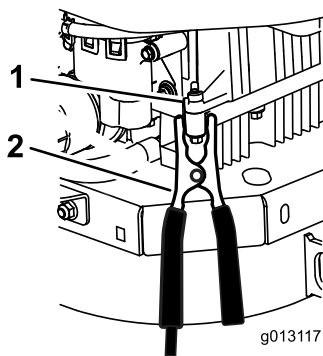

図 50
- 最後の接続を、救援される側のエンジンブロックに行うバッテリーのマイナス端子ではなく、この状態で、バッテリーからはなれる図 50。